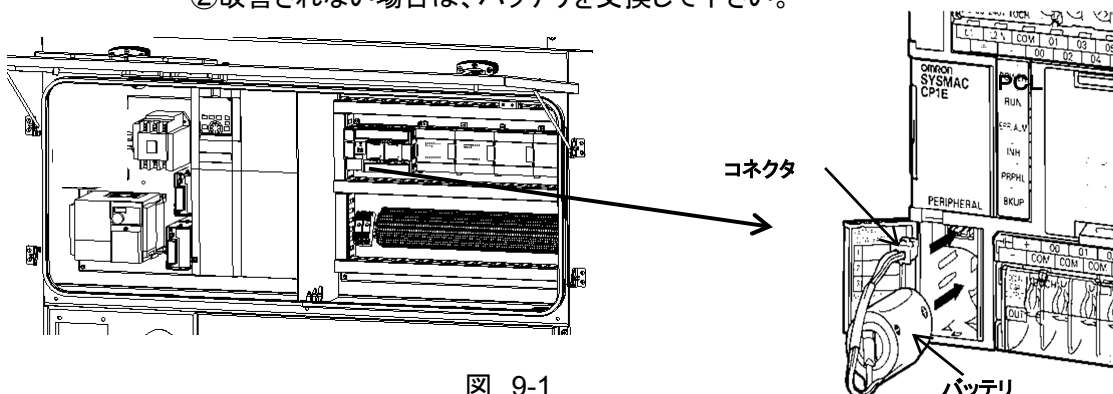

図 9-1
1) 表示 : Er-06 バッテリーエラー(図 9-1 参照)